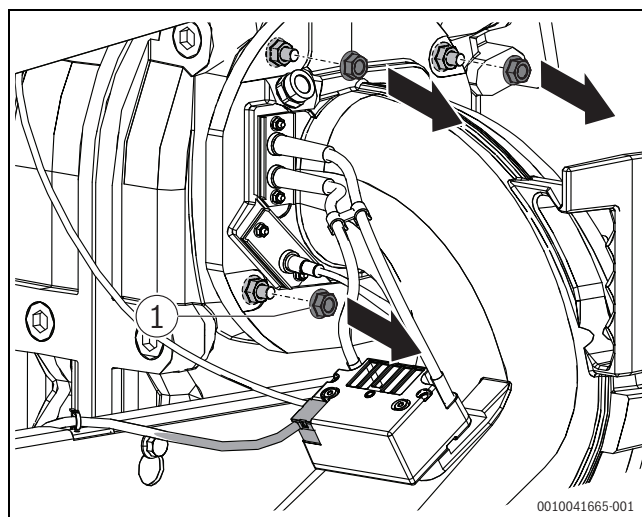

Fig. 7 Retirar as fichas no transformador de ignição e porcas no coletor de mistura/elemento dianteiro
- Retirar as fichas do transformador de ignição (→fig. 7).
- Retirar as 4 porcas no coletor de mistura/elemento dianteiro (→fig. 7).